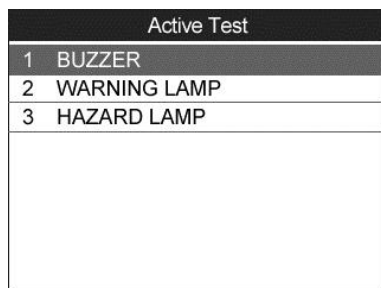

Figura 14.10
- 1) En el menú de **Prueba activa**, utilice el botón de desplazamiento **ARRIBA/ABAJO** para seleccionar la función **Luz de advertencia**. (Figura 14.10)